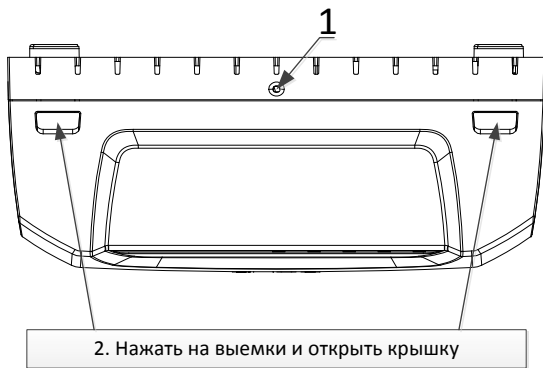

Рисунок 1. Вид сверху
- 2) нажать на выемки на верхней стороне корпуса РИП и открыть крышку (рис. 1).